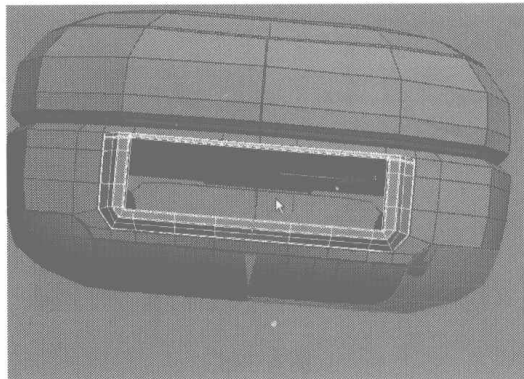

图 4.380
- 39** 显示所有物体, 再选择如图 4.380 所示的物体, 单击右键, 在弹出的快捷菜单中选择 Hide Unselected 命令, 将未选择的物体隐藏。